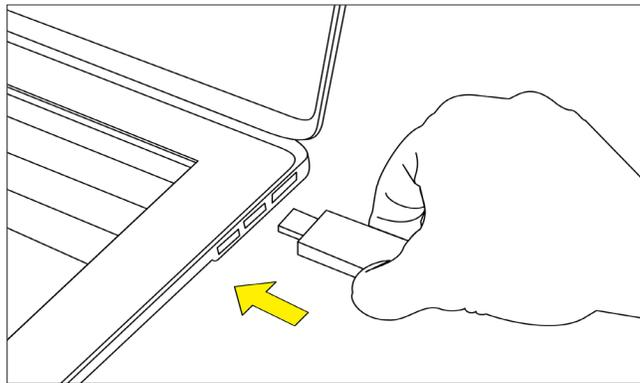

Figura 2. Conecte el transceptor USB en la computadora.
PASO 2. Instale el transceptor USB. Se debe de instalar en la computadora un transceptor USB (versión del firmware 1.6 o 2.0) para comunicarse con el reconector TripSaver II. (Se requiere un transceptor USB con firmware versión 2.0 para comunicarse con los Reconectores Montados en Cortacircuitos TripSaver II con firmware versión 2.0 o posterior). Inserte el transceptor USB en cualquier puerto USB de la computadora. Vea la Figura 2. El proceso de instalación es automático.